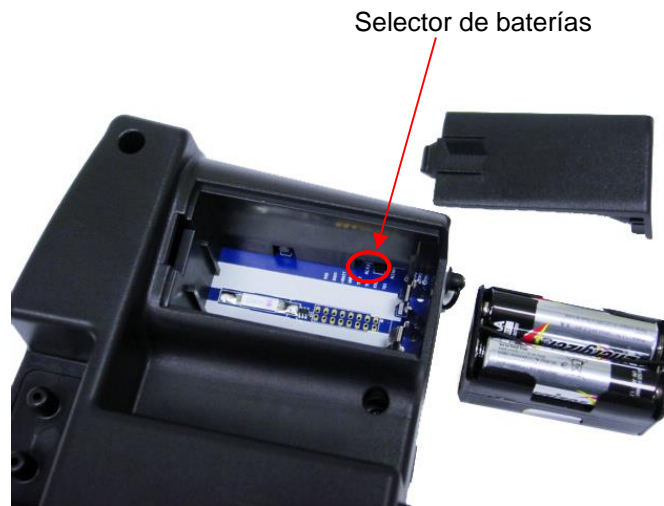

Figura 6: Ubicación del selector de tipo de batería
4. Consulte la Figura 6 y ajuste el interruptor de selección de batería para indicar el tipo de baterías que está utilizando.